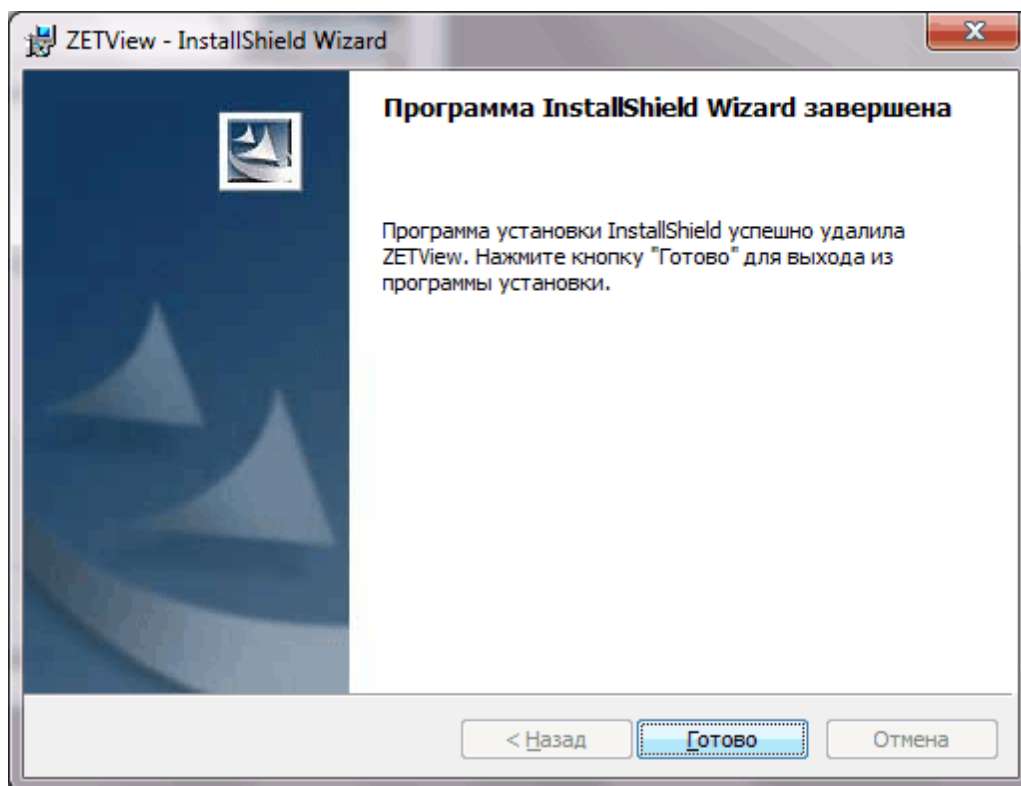

Рисунок 1.4.6. Окончание удаления.
- 4) после подтверждения удаления начнется процесс удаления ZETView, на экране отобразится окно с индикатором процесса удаления и оценкой оставшегося времени (рисунок 1.4.6),